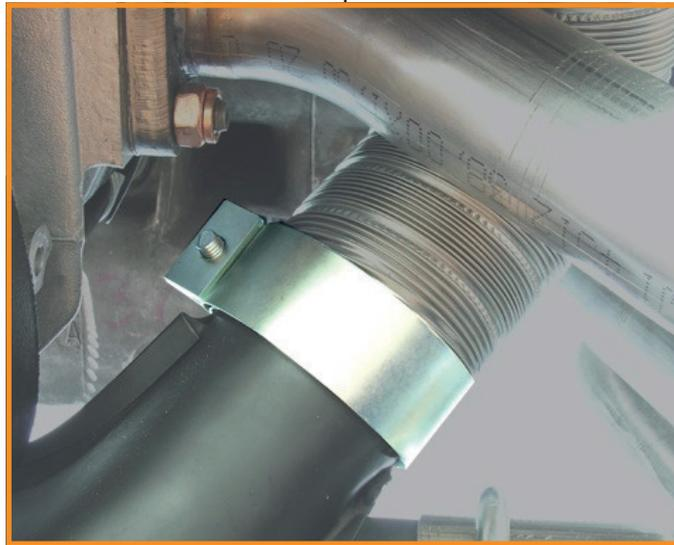

Fig. 3
- If you have purchased a system with heater option you now have to install clamps and hoses between fan shroud and heat exchanger. Therefore use our stainless steel heater hose (cut into 2 (same length) pieces, 1 for each site), which have to lead through the rear engine tin from the fan shroud to the heat exchanger directly without the header. (Fig.3)
- Stellen Sie, sofern vorhanden, die Heizungsanschlüsse zwischen Gebläsekasten und Wärmetauscher her. Verwenden Sie dazu den mitgelieferten Edelstahl-Heizschlauch, den Sie in zwei gleichlange Schläuche teilen. Jeweils pro Seite die Schläuche vom Gebläsekasten durch die Heizungsschlauchöffnung des Motorabschlussbleches direkt zu den Wärmetauschern verlegen und anschließen. Abschließend mit den Serienschlauchschellen vor Ablösen sichern. (Fig. 3)